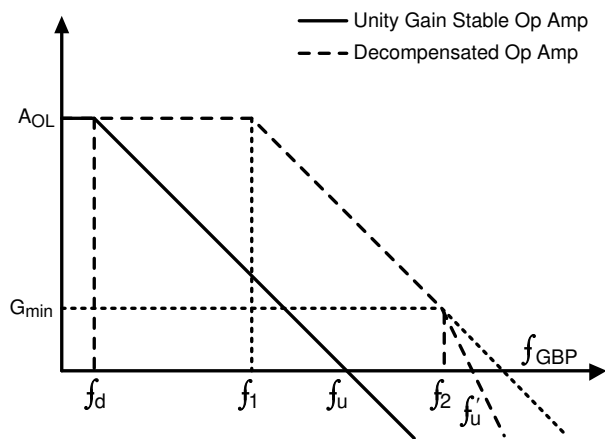

図 6-3. ユニティゲイン安定オペアンプと非補償型オペアンプのゲインと周波数の特性との関係
図 6-3 に示すように、ユニティゲイン安定アンプの支配的な極 f_d は、非補償型オペアンプの場合、周波数 f_1 に移動します。実線の A_{OL} プロットは、従来のユニティゲイン安定オペアンプの開ループゲインプロットです。TLV904xD などの非補償型アンプの内部補償の変化により、同じ電力量の帯域幅が増加します。上記のパラメータにおける利点に加えて、対応するユニティゲインと比較して利用可能なループゲインが高いため、スルーレートが高くなり、歪み値が小さくなることもあります。考慮すべき最も重要な要素は、オペアンプが G_{min} を上回るノイズゲイン (NG) になることを確認することです。 G_{min} より小さい NG の値は、 $1/f$ 曲線は 40dB/decade の A_{OL} 曲線と交差するため、図 6-3 に示すように不安定になります。この安定性解析手法を、閉鎖速度法と呼ばれます。TI プレジジョンラボを参照して、デバイスの安定性をよりよく理解し、安定性を確保するさまざまな手法をご確認ください。